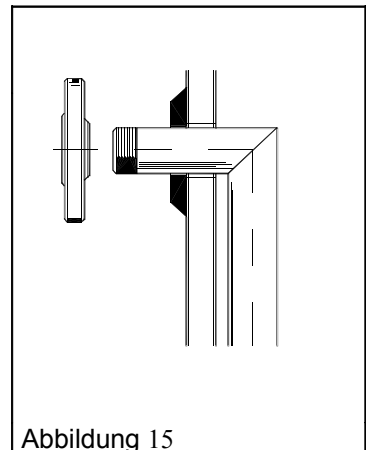

Abbildung 15
- Flansche (falls im Auftragsumfang enthalten) liegen lose bei (Abbildung 15).